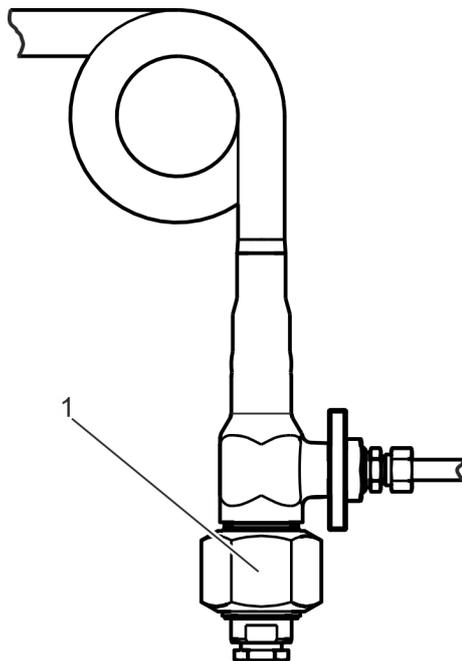

Fig. 23: Enroscar la tuerca de racor
Monte la tuerca de racor (Fig. 23/1) girándola hacia la derecha sin apretarla del todo.
21. Apriete la tuerca de racor (Fig. 23/1) con una llave del 60 y un par de apriete de 100 Nm.